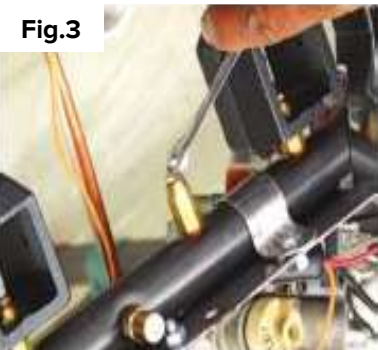

Fig.3
3. Utilice una llave inglesa o un destornillador de caja de 8 mm para quitar la esprea LP. Gire en sentido antihorario. (Fig. 3)